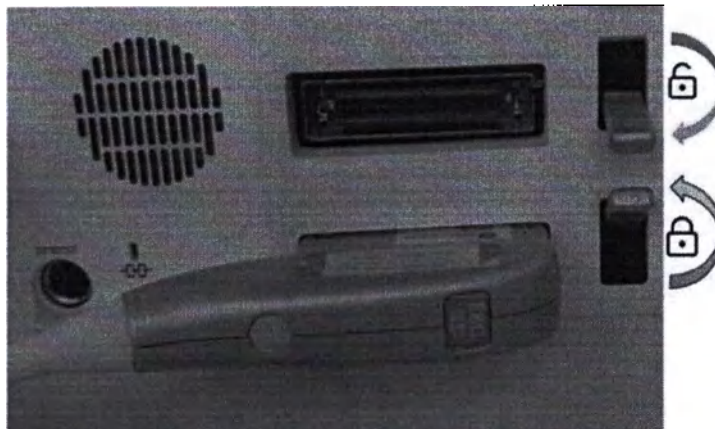

Рис. 3-32. Разблокировка фиксаторов датчиков
1. Потяните рычажок фиксатора вниз, чтобы разблокировать его (Рис. 3-32):